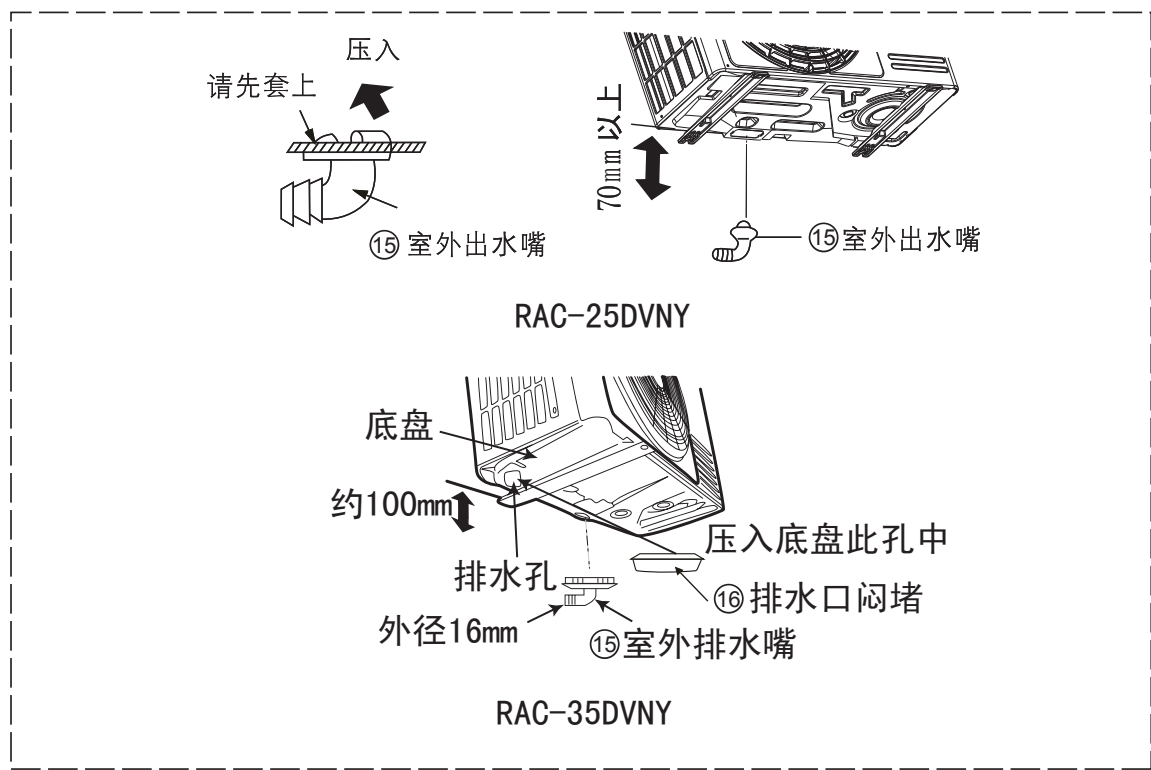

图 27
- 2 请将机体在安装后，按图27所示将附件 ⑮ ⑯ 安装在出水孔中。